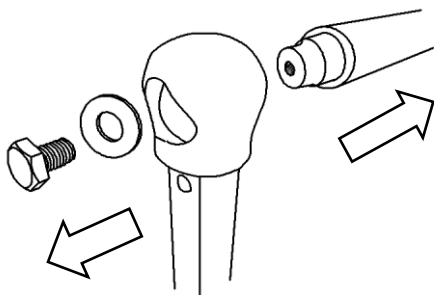

図3
- ③ ボルトとワッシャーを外し、バーを支柱から抜いてください（図3）。